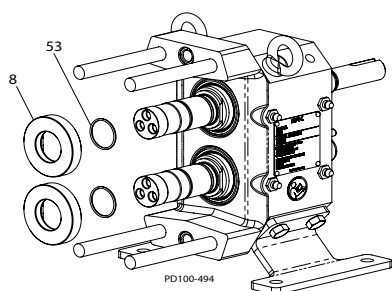

Figura 52 - Instalación de sellos de eje
1. Instale los anillos O de asiento (Figura 52, renglón 53) en la ranura trasera del eje.
2. Aplique un lubricante compatible a los anillos O e instale los asientos del sello (Figura 52, renglón 8). Alinee las caras planas de los asientos del sello con las caras planas de los ejes, y asíntelos firmemente sobre el apoyo del eje.